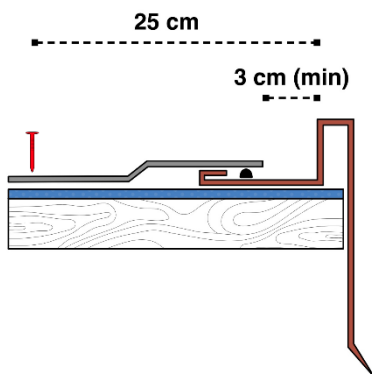

**Fig. 3** - Tracciatura della falda [cm]
- Tracciare delle linee orizzontali e parallele a **x**, ad una distanza fra loro di 14,5 cm, fino ad arrivare al colmo - vedi Fig. 3.